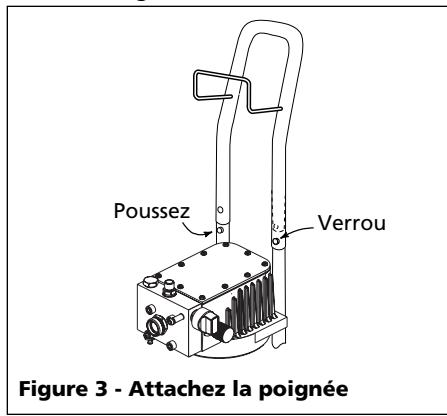

Figure 3 - Attachez la poignée
4. Glissez la poignée sur le chariot en enfoncez les mousquetons de retenue tout en poussant la poignée en place. Assurez-vous de vérifier que les mousquetons de retenue se verrouillent bien dans les trous. Le support de flexibles devrait être face à la pompe (Voir la Figure 3).